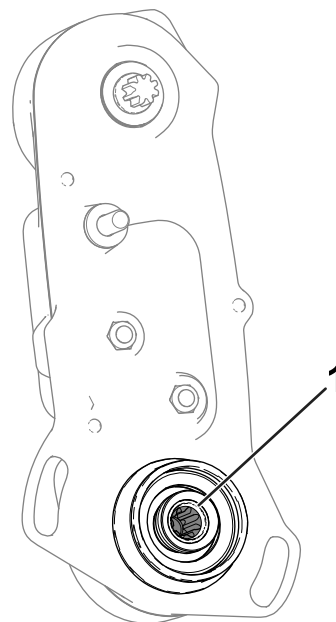

Рисунок 13
3. Проверьте внутреннюю поверхность приводного вала барабана (Рисунок 13) на наличие остатков смазки.